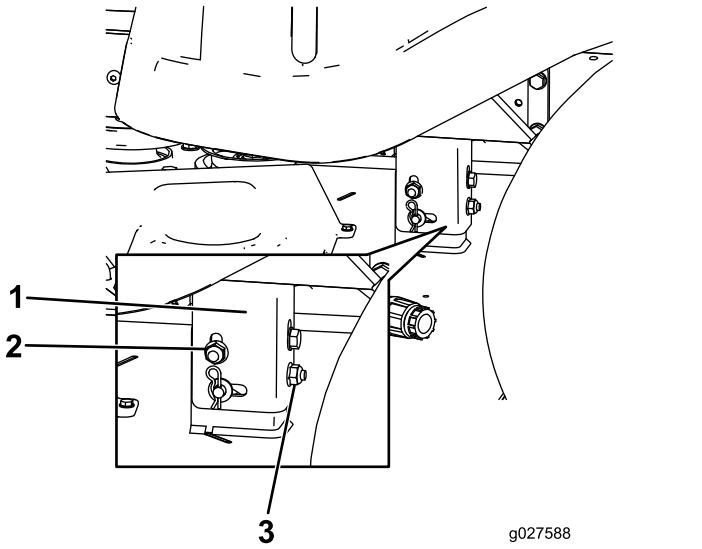

Figure 57
8. Élevez ou abaissez le côté gauche du tablier de coupe en tournant l'écrou arrière (Figure 57).
Remarque: Tournez l'écrou arrière dans le sens horaire pour éléver le tablier de coupe ou dans le sens antihoraire pour abaisser le tablier (Figure 57).